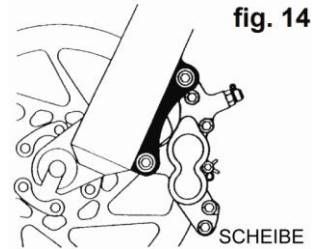
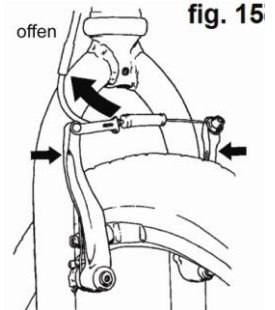

fig. 14
fig. 15
- (1) Sollte Ihr Fahrrad mit Felgenbremsen ausgerüstet sein, lösen Sie den Schnellspannmechanismus der Bremse, um den Abstand zwischen dem Reifen und den Bremskörpern zu erhöhen (siehe Abschnitt 4.C., Abb. 14 bis 17, S. 24).
- (1) Sollten Sie ein Multi-Speed-Fahrrad mit einer Kettenschaltung besitzen, versetzen Sie das Schaltwerk bitte in den schnellsten Gang (kleinster, äußerster Ritzel). Falls Ihr Fahrrad mit einer internen Nabenschaltung ausgestattet ist, ziehen Sie bitte Ihren Händler oder die Anweisungen des Nabenherstellers zurate, bevor Sie versuchen, das Hinterrad abzunehmen. Besitzen Sie hingegen ein Single-Speed-Fahrrad mit Felgen- oder Scheibenbremse, so gehen Sie bitte zum unten aufgeführten Schritt (4) über.
- (2) Sollte Ihr Fahrrad mit Felgenbremsen ausgerüstet sein, lösen Sie den Schnellspannmechanismus der Bremse, um den Abstand zwischen der Radfelge und den Bremskörpern zu erhöhen (siehe Abschnitt 4.C., Abb. 14 bis 17, S. 23).
- (3) Ziehen Sie bei einem Kettenschaltungssystem das Kettenwerk mit der rechten Hand zurück.
3. Einige Fahrradbremsen wie beispielsweise Scheibenbremsen (Abb. 14) und Linearzugbremsen (Abb. 15) sind extrem leistungsstark. Seien Sie besonders vorsichtig, wenn Sie sich mit diesen Bremsen vertraut machen und sie benutzen.
Fahrrads funktioniert (siehe Abb. 14, 15, 16, 17 und 18) und überprüfen Sie ihn stets, bevor Sie losfahren, um sicherzustellen, dass beide Bremsen ordnungsgemäß funktionieren.